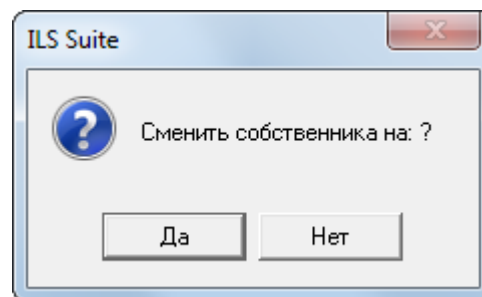

Рис. 22-21 – Диалоговое окно с предложением сменить собственника
9) После выбора эксплуатанта открывается диалоговое окно с предложением сменить собственника на ту же организацию, что и эксплуатант (рис. 22-21).